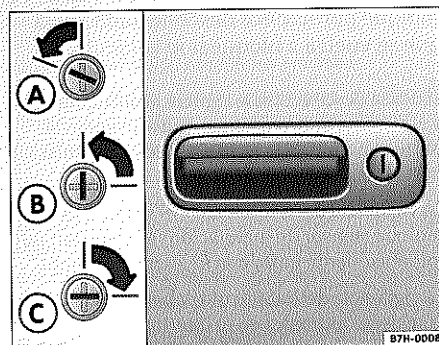
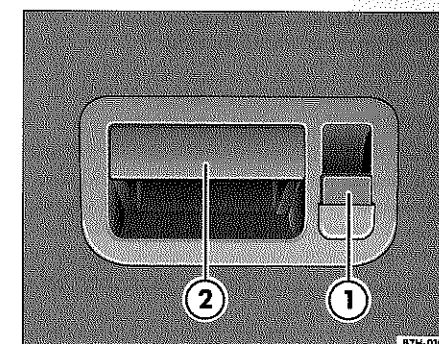

Fig. 20 Posiciones del ojo de la cerradura del portón trasero
Fig. 22 Lado interior del portón trasero: manilla (2) y botón del seguro (1) en posición superior
- Gire la cerradura con la llave a la posición ⇒ fig. 20 (A).
- Cerciórese de que el seguro para niños no está puesto y que el botón del seguro ⇒ fig. 22 (1) se encuentra en la posición superior.
- Tire de la manilla interior (2).
Introduzca el botón del seguro que se encuentra en el interior ⇒ página 31, fig. 22 ① y cierre el portón trasero. El portón trasero se mantendrá cerrado hasta que se vuelva a desbloquear el vehículo o se gire la cerradura del portón a la posición ⇒ página 30, fig. 20 ②.